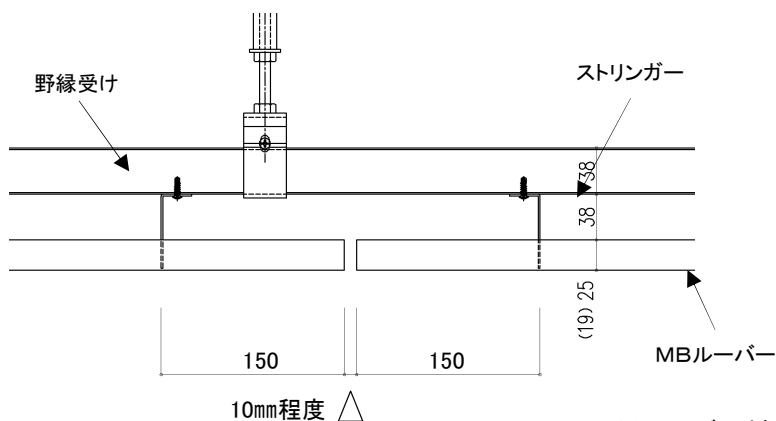

図 6-1 ジョイント部
- ・ 接続部分は、10mm程度の目透かしをする。（図6-1参照）